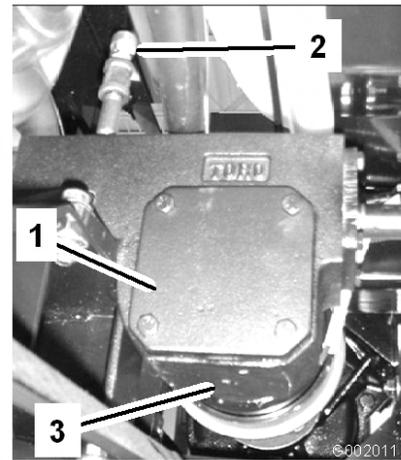

Figura 66
- Coloque um recipiente de escoamento debaixo do bujão de drenagem da caixa de velocidades da accionamento da bomba (Figura 66).
- Retire o bujão de enchimento e escoamento (Figura 66), para permitir a drenagem do óleo para o recipiente.